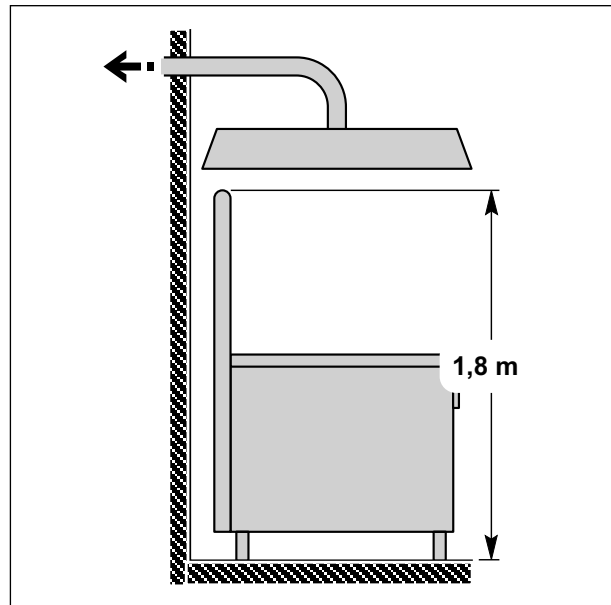

Fig. 17 Évacuation des fumées à travers la hotte aspirante
- La partie terminale du conduit d'évacuation de l'appareil doit se trouver à environ **1,8 m** de la surface d'appui de l'appareil et le débouché du conduit d'évacuation des produits de combustion doit être situé dans le périmètre de base de la hotte (voir Fig. 17 *Évacuation des fumées à travers la hotte aspirante*).